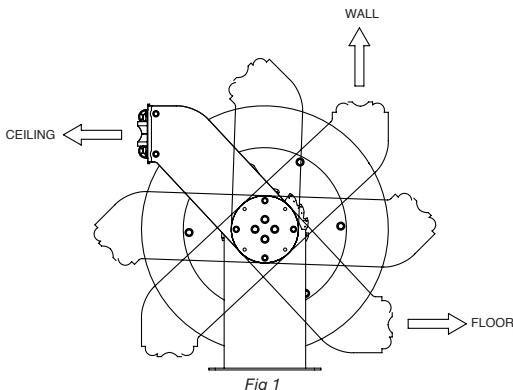
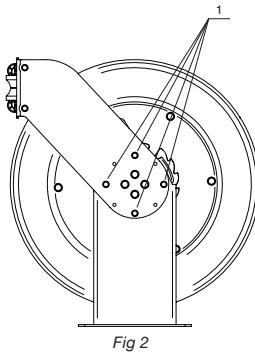

Fig 1
Fig 2
The reel can be wall, ceiling or floor mounted. To allow the hose to always be optimally extended, the guide arms can be assembled in 6 different positions (fig. 1). To position these guide arms, loosen and remove the screws (1) (fig. 2) in both arms. At this moment, the spool and the guide arms become loose from the reel frame. Then, just position the guide arms in the desired position and fix them with the same screws.
Slangupprullaren kan monteras på vägg, i tak eller på golv. För att slangen alltid skall vara optimalt utrullad, kan utloppsarmarna justeras i sex olika positioner (fig 1.) För att justera utloppsarmarna, lossa på bultarna (1) (fig 2.) på båda armarna. Detta frigör armarna och trumman från stativet. Justera utloppsarmarna till önskad position och skruva dit bultarna.
Der Automatik-Schlauchaufroller kann an Wand, Decke oder Boden montiert werden. Damit der Schlauch in jedem Fall in optimalem Winkel ein- und ausgezogen werden kann, können die Führungsarme in 6 verschiedenen Positionen montiert werden (Abb. 1): Um die Führungsarme in die gewünschte Stellung zu bringen, müssen die Schrauben (1) (Abb. 2) an beiden Armen gelöst und entfernt werden, so dass die Trommel zusammen mit den Führungsarmen vom Rahmen getrennt ist. Daraufhin können die Arme in die gewünschte Stellung gebracht und mit denselben Schrauben wieder befestigt werden.